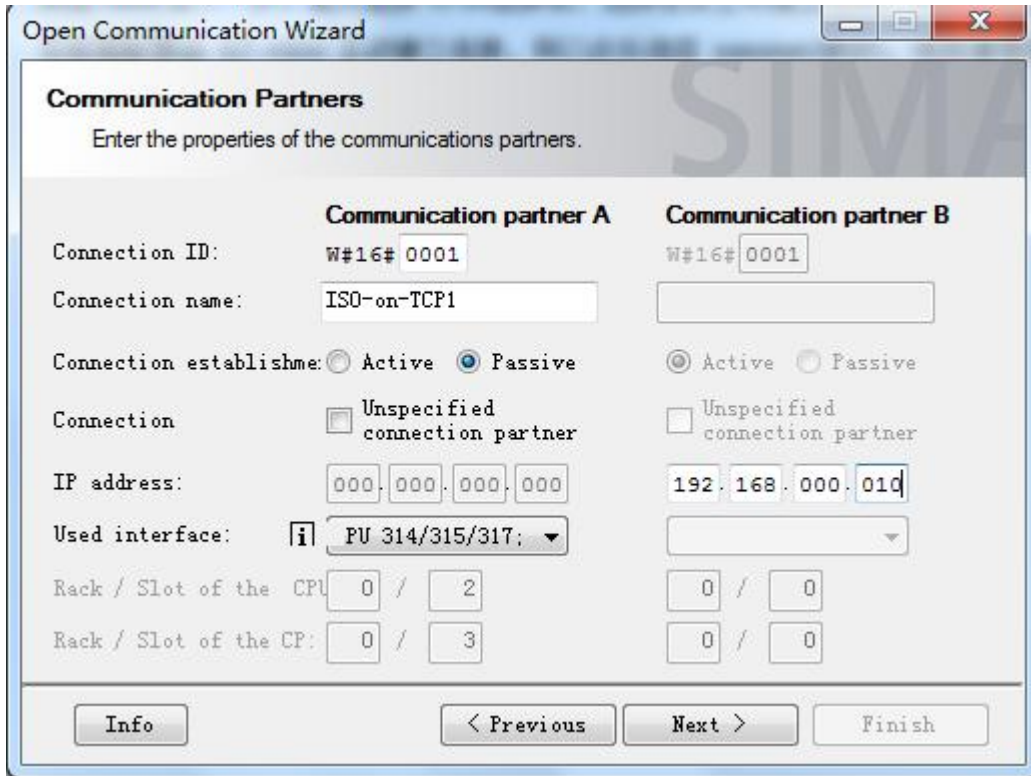

图 3-6 指定连接属性
3.6 点击 **Next** 至下一步，定义连接 ID 和连接名，选择是否主动建立连接，本例中，已经在前面配置由 **S7-1500** 主动建立连接，所以此处选择 **passive(被动)**，选择通信所用的接口，本例中用的是 **CPU315**。指定通信伙伴的 IP 地址，与 **S7-1500** 侧的组态信息要一致。如图 3-6 所示。